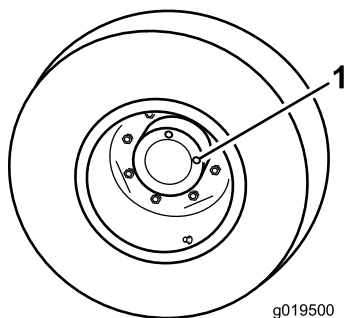

Figura 42
1. Con la máquina en una superficie nivelada, coloque la rueda con un tapón de verificación (Figura 42) en la posición de las 12 y el otro en la posición de las 3.
1. Tapón de verificación/drenaje (2)
2. Retire el tapón de la posición de las 3 (Figura 42). El aceite debe llegar a la parte inferior del orificio del tapón de verificación.